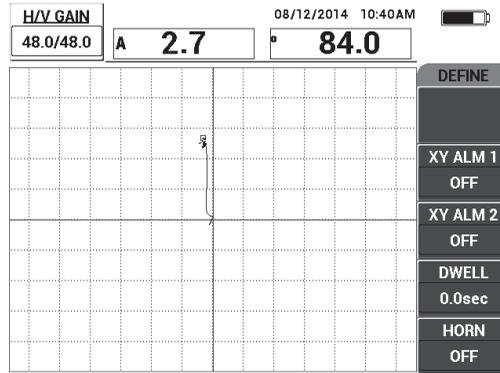

Figura 6-31 Ajuste de la posición del punto
4. Levante la sonda para observar el desplazamiento del punto; si el punto desaparece, pulse la tecla GAIN (**dB**) y, después utilice la rueda de ajuste para determinar la posición del punto de modo que permanezca en la pantalla. Ver la Figura 6-31 en la página 159.